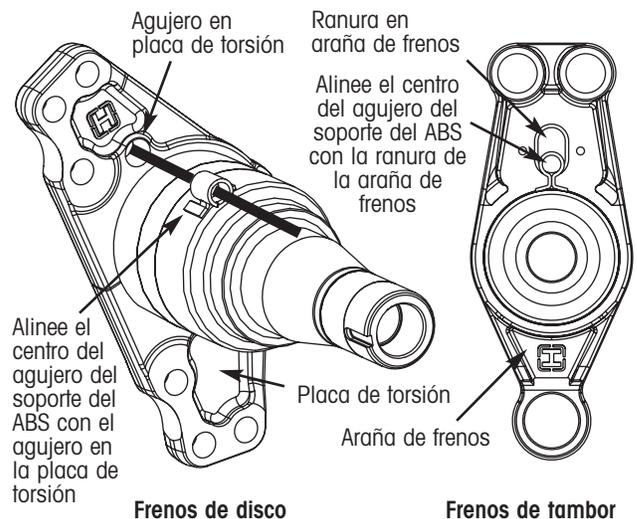

Figura 2. Alineando el soporte del ABS con la ranura de la araña de frenos
4. Para posicionar el soporte del ABS alrededor del diámetro externo del eje, alinee el centro del agujero del soporte del ABS con el centro de la ranura en la araña de frenos o con el centro del agujero en la placa de torsión. Refiérase a la figura 2.